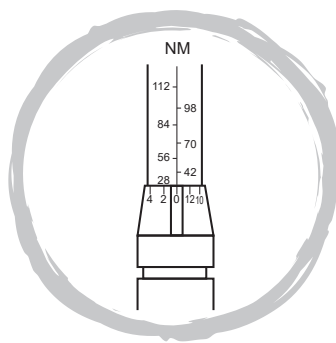

Abb. 1
- Drehen Sie den Rändelgriff, bis eine der Null-Graduierungen an der abgeschrägten Kante mit der vertikalen Markierung am Schaft ausgerichtet ist und mit dem ersten Wert unterhalb der gewünschten Einstellung auf einer Höhe liegt (Abb. 1).